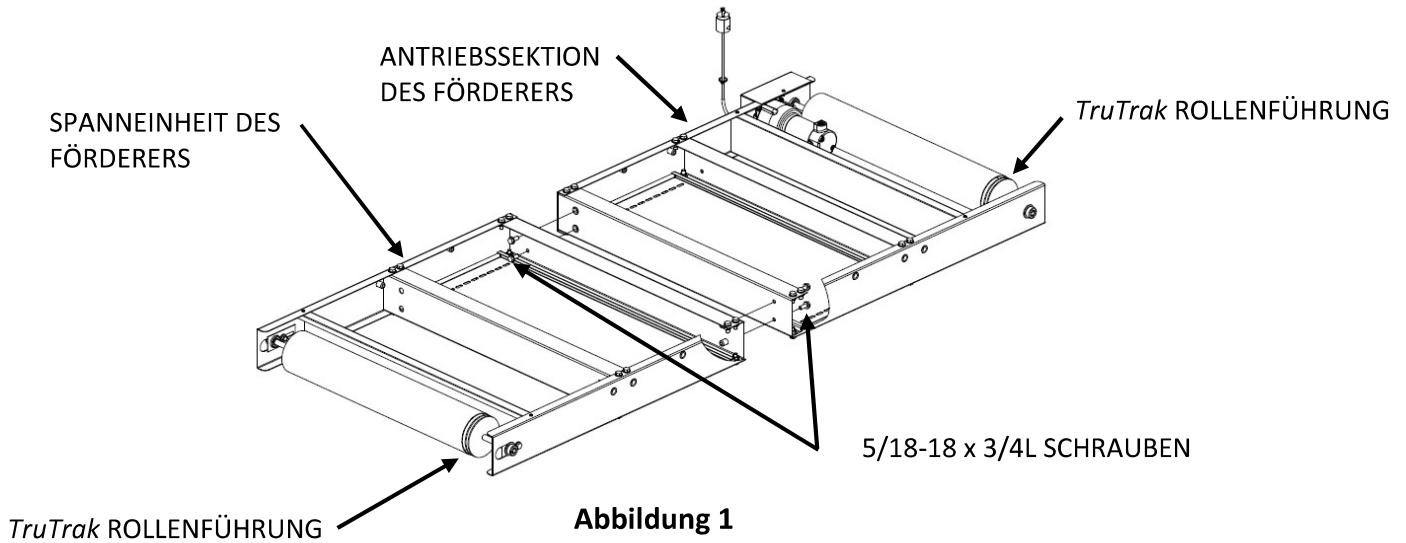

Abbildung 1
1. Legen Sie die **ANTRIEBSESKTION DES FÖRDERERS** auf den abgedeckten Boden (siehe **Abbildung 1**).